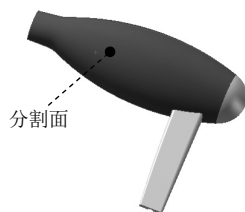

图 6.15.27 分割线 1
(4) 选取如图 6.15.27 所示的边界-曲面 1 为分割面。
(5) 单击 按钮, 完成分割线 1 的创建。